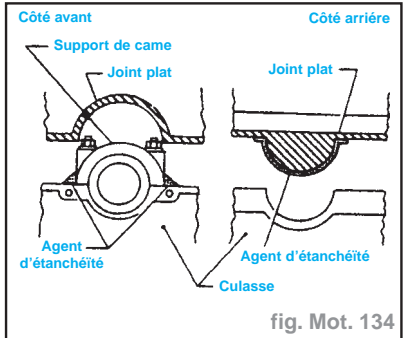

fig. Mot. 134
- Appliquer du produit d'étanchéité, comme illustré, au joint de cache-culbuteurs (fig. Mot.134).